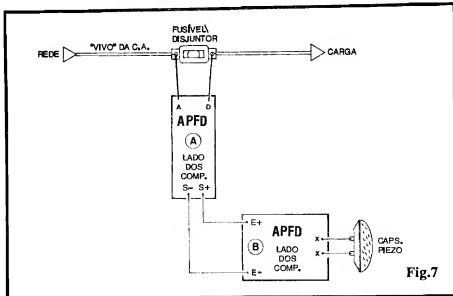

Fig.7
- FIG. 7 - INSTALAÇÃO BÁSICA, E INTERLIGAÇÃO DOS MÓDULOS "A" E "B"... - O diagrama mostra as conexões externas, ligações entre placas, acoplamento à rede (junto ao fusível/disjuntor monitorado), bem como as ligações do transdutor (cápsula) piezo responsável pela emissão do sinal sonoro do alarme... Notar que os pontos A e D do módulo "A" vão, respectivamente, aos terminais do fusível/disjuntor, "antes" e "depois" deste (considerado o sentido da energia C.A., da rede para a aplicação...). Os pontos "S+" e "S-" do módulo "A" são ligados, respectivamente aos pontos "E+" e "E-" do módulo "B"... Finalmente, os pontos "X-X'" do módulo "B" vão aos terminais da cápsula piezo sinalizadora...
É bom notar que o sistema de sensoramento do APFD "não se importa" com o método de aplicação da energia da rede à carga, se monofásico, trifásico, etc. Basta que (obviamente) existam fusíveis/disjuntores para que os módulos sensores possam ser acoplados, sempre "nos conformes" do diagrama mostrado na FIG. 7...